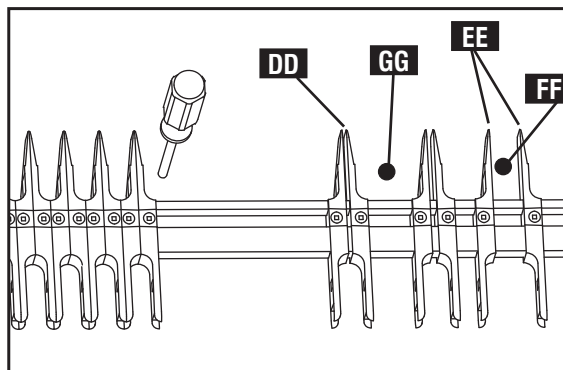

Fig. C15
Bien que les paires de doigts (DD), Fig. C15, puissent être placées n'importe où pour vos joints à espacement variable, ils se déplacent habituellement ensemble, tel qu'indiqué en (DD).